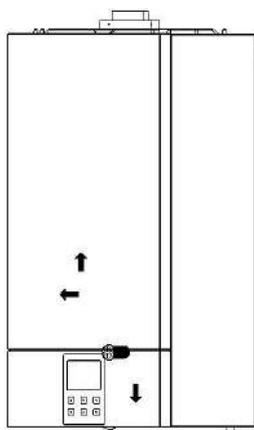

Рис. 16
- > отвинтить 2 болта в нижней части панели управления (рис. 16);
- > потянуть панель управления вниз, чтобы обнажить зажимные винты фиксации поверхности оболочки (рис.16);